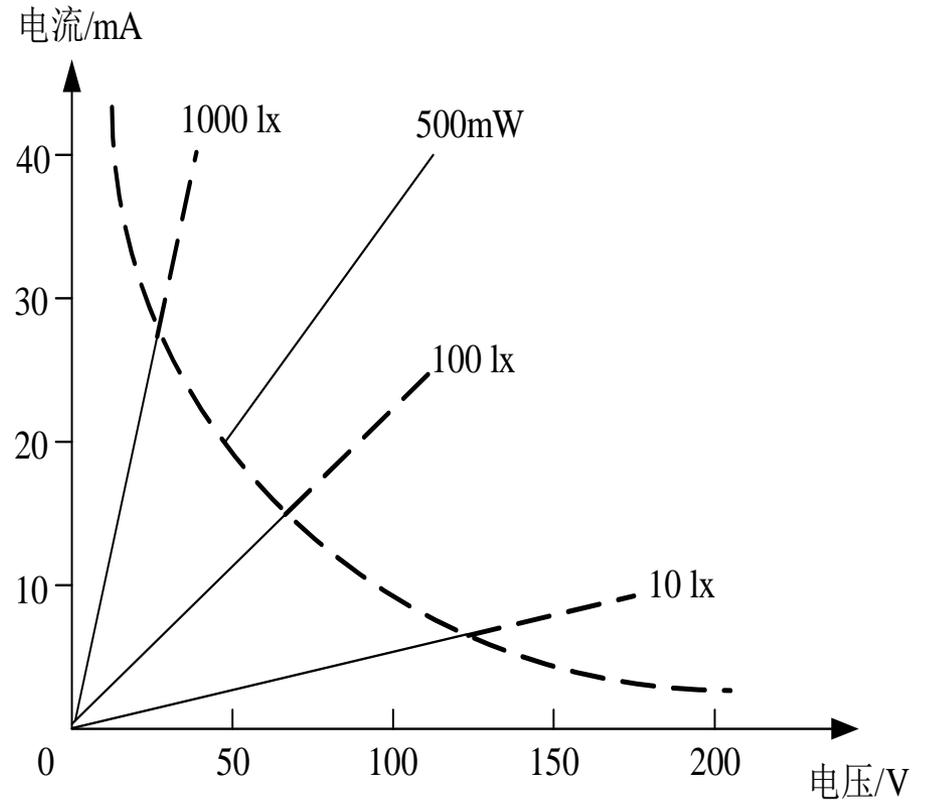

图7-7 硫化镉光敏电阻的伏安特性
- 伏安特性是指在一定强度的光照下，光敏电阻两端的电压与光敏电阻的电流之间的关系。在一定的工作电压范围内，光敏电阻的伏安特性是线性关系，但不同的材料的光敏电阻具有不同的伏安特性。图7-7所示为硫化镉光敏电阻的伏安特性曲线，由图7-7可知，光敏电阻的阻值与入射光强度有关，而与电压和电流无关。